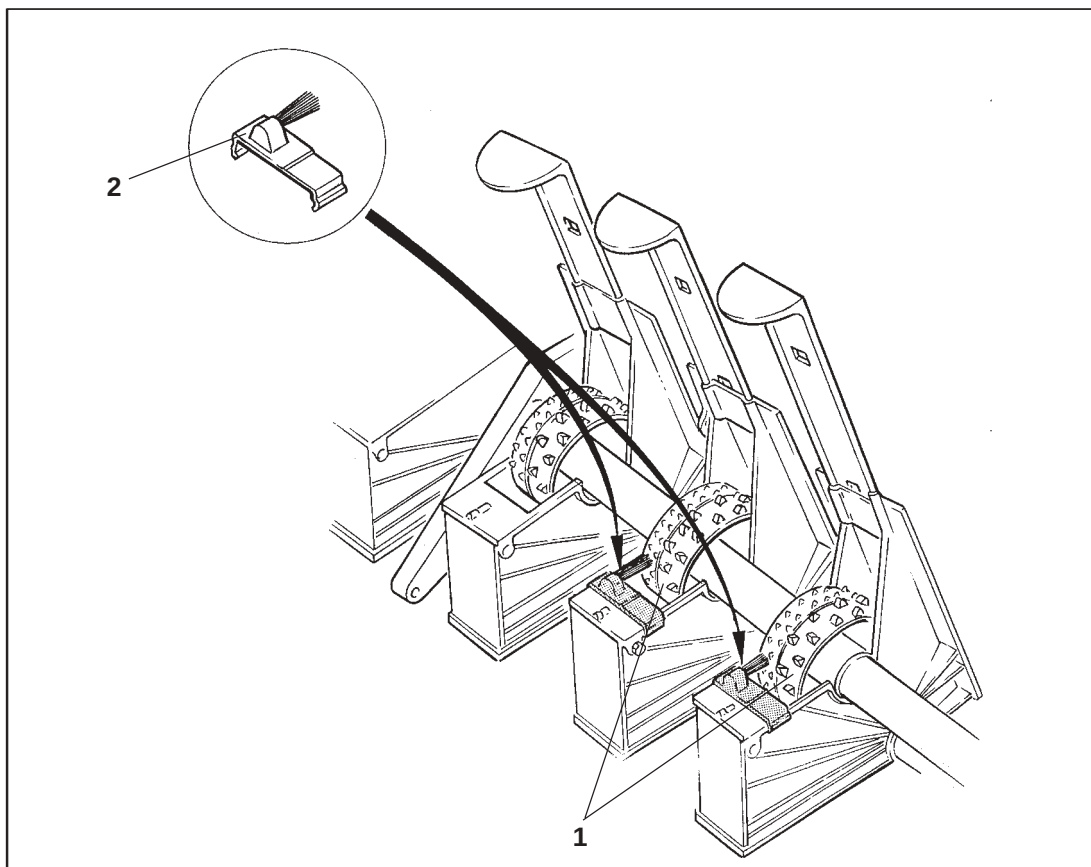

Рис. 13.13
- Отметьте **новую** высевашую катушку (Рис. 13.13/1), для которой вы будете устанавливать щетки (Рис. 13.13/2) на новой высевной коробке. Для закладки колеи вы можете отключать до трех, в исключительных случаях до 4 или 5 высеваших катушек.